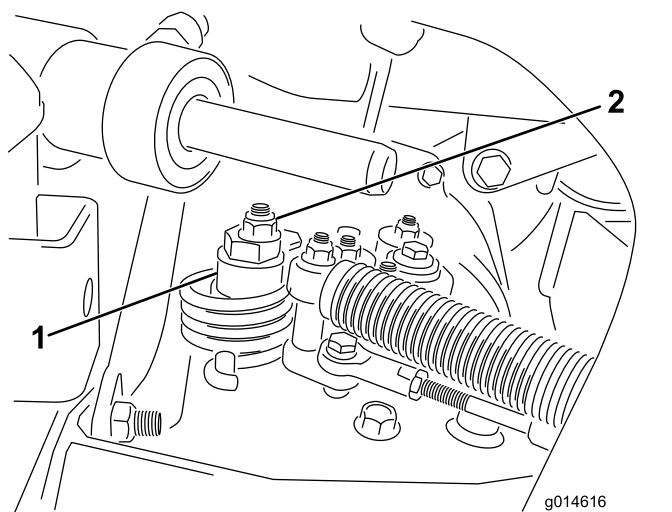

図 47
- A. 偏芯ナットをハイドロスタット上部に止めているナットをゆるめる 図 47。
- C. どちらにも車輪が回らないように偏芯ナットを回して調整する。調整ができれば固定ナットを締める 図 47。スロットルSLOW および FAST 位置で調整が正しいことを確認する。